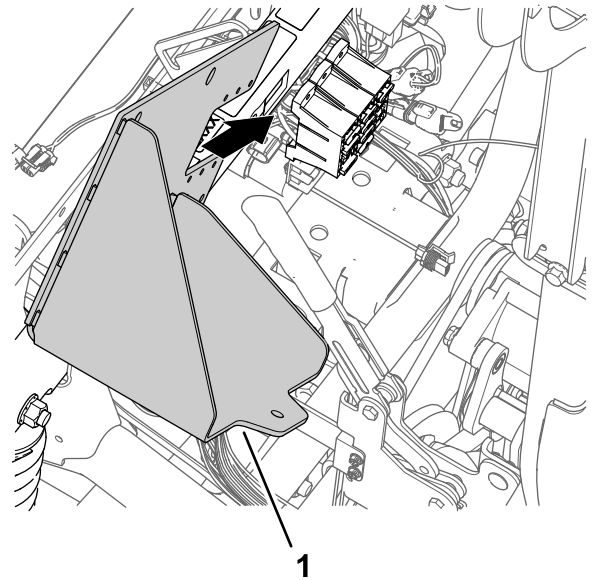

图 172
1. 将新电池支架与机器减震支撑管和保险丝盒对齐 图 172。